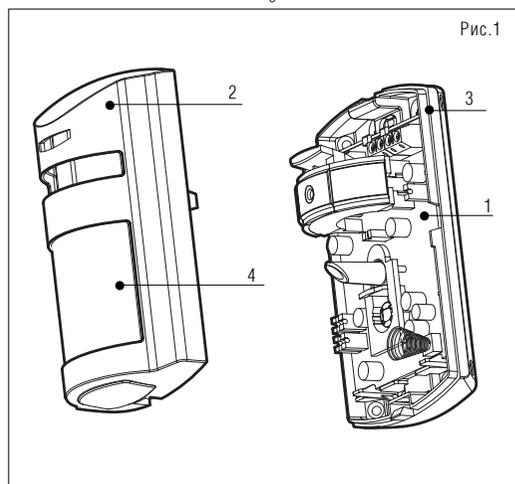
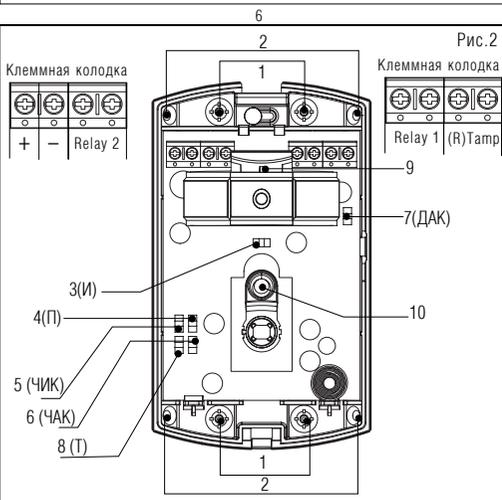

Рис.1
Рис.2
Извещатель выполнен в виде одного блока (Рис.1) и состоит из печатной платы с элементами (1), крышки в сборе (2), основания (3). На крышке корпуса закреплена линза Френеля со светофильтром (4). На основании корпуса находятся (Рис. 2):
- вскрываемые отверстия для крепления (без кронштейна) на стену (1), в угол (2);
- На плате имеется 6 пар контактов для изменения режимов работы, посредством установки переключателей: (Рис. 2) "И"(3) выключение индикации при снятой перемычке; "П"(4) включение памяти о тревоге по АК при снятой перемычке; "ЧИК"(5) переход ИК на работу с одного на два импульса при снятой перемычке; "ЧАК"(6) включение режима повышенной чувствительности АК при установленной перемычке; «ДАК»(7) уменьшение дальности действия АК-канала при установленной перемычке "Т"(8) переход в тестовый режим при изменении состояния кон-
- вскрыть отверстия 1 или 2 (Рис. 2) в основании 3 (Рис.1), соответствующие выбранному положению;